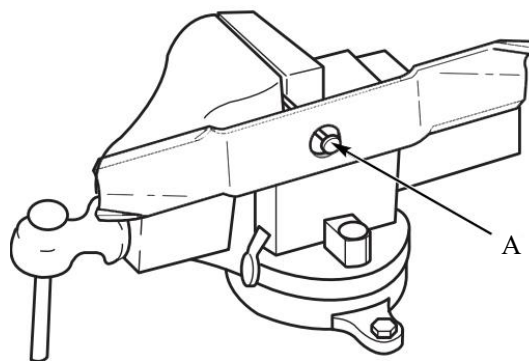

Fig. 14
- Reportez-vous à la Fig. 14. Placez la lame de la tondeuse sur un clou (A) dans un étau et tournez la lame de la tondeuse en position horizontale.